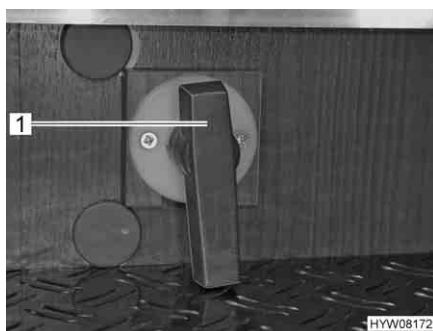

Fig. 135 Leva di comando del serbatoio delle acque grigie
La leva di comando (Fig. 135,1) per lo scarico delle acque grigie si trova nel garage di coda. Il tubo di scarico con collegamento per un tubo di gomma per lo scarico si trova sotto al veicolo.
- Aprire il rubinetto di scarico. A questo scopo ruotare la leva di comando (Fig. 135,1) del rubinetto di scarico di un quarto di giro. La leva di comando è posizionata verticalmente oppure nel senso della lunghezza rispetto al tubo di scarico. Le acque grigie fuoriescono.
- Dopo il deflusso completo delle acque grigie, richiudere il rubinetto di scarico. A questo scopo ruotare la leva di comando (Fig. 135,1) del rubinetto di scarico di un quarto di giro. La leva di comando è posizionata orizzontalmente oppure trasversalmente rispetto al tubo di scarico.